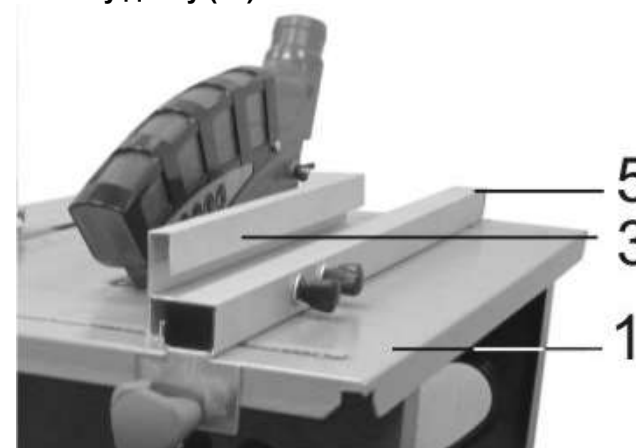

Рис. 11
10.6. Установка параллельного упора на нужный размер (Рис. 11)
10.6.1. Установите параллельный упор (5) с закреплённой на нем направляющей (3) по разметке шкалы, нанесённой на рабочем столе (1), см. п.п. 8.10.-8.11., Рис. 11.